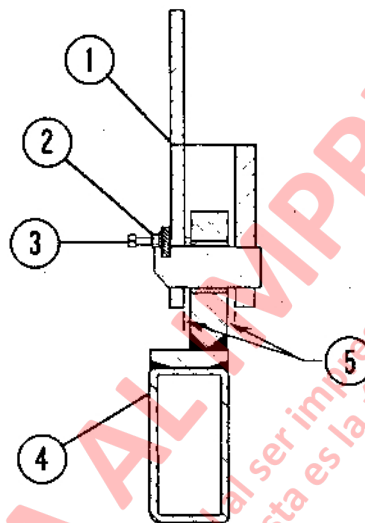

FIGURA 4-2. ESTRUCTURA DE LA BASE DE MONTAJE
- a. Suelte los tornillos de ajuste de la base de montaje (3, Figura 4-2).